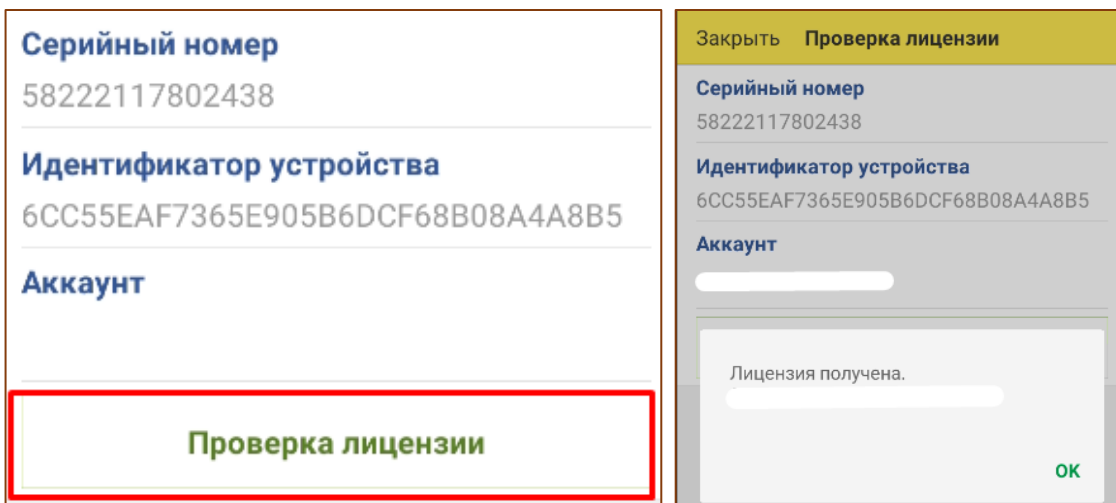

Рис. 5.26 - Проверка лицензии
3. Нажать кнопку «Проверка лицензии». Появится уведомление «Лицензия получена» (Рис. 5.26);